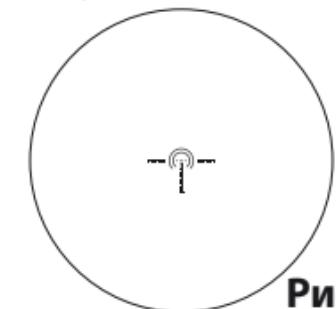
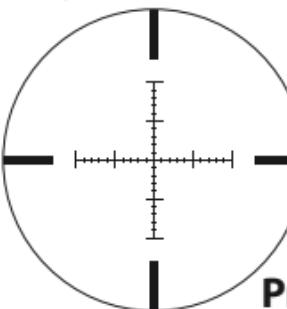
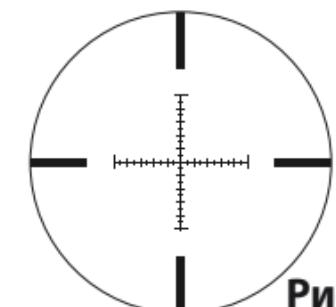

Рис. 3-4
Рис. 3-5
Рис. 3-6
(2) Фокусировка
- ① Посмотрите в окуляр так, чтобы глаз находился на расстоянии примерно 10 см (4 дюйма) от линзы окуляра, и была видна визирная сетка SPEEDFORCE (Рис. 3-4), визирная сетка X-MOA (Рис. 3-5) или визирная сетка X-MRAD (Рис. 3-6). Глаз должен смотреть по центру окуляра и с правильным выносом выходного зрачка, иначе изображение будет выглядеть «затемненным».
- ② Направьте объектив прицела на небо (НЕ НАПРАВЛЯЙТЕ на солнце) или на ровную однотонную стену.
- ③ Поворачивайте кольцо регулировки окуляра против часовой стрелки, а затем по часовой стрелке до тех пор, пока визирная сетка не станет четкой.